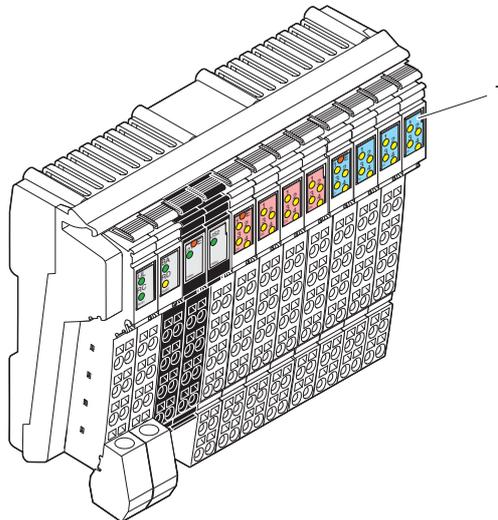

Abb. 6-9 Funktionskennzeichnung
- Funktionskennzeichnung** Zur optischen Erkennung sind die Funktionsbereiche eines Inline Block IO-Moduls farbig gekennzeichnet (1 in Abb. 6-9).